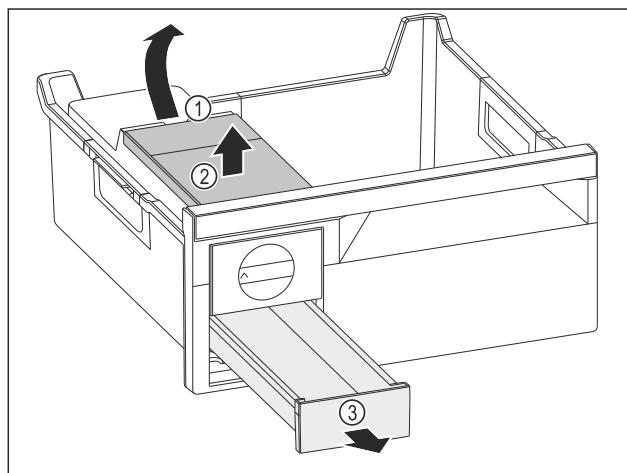

Fig. 85
- ▶ Vyjmutí nádržky na vodu: Zvedněte nádržku na vodu za vybrání Fig. 85 (1).
- ▶ Nádržku na vodu Fig. 85 (2) vyjměte nahoru.
- ▶ Zásuvku na kostky ledu Fig. 85 (3) vyjměte dopředu.